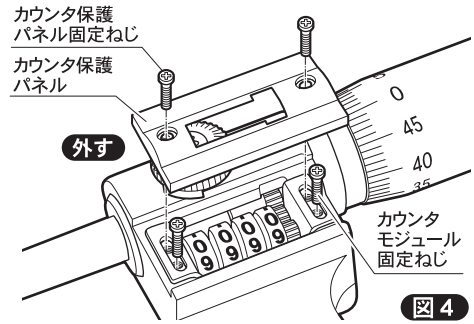

図4
- ①カウンタ保護パネルの固定ねじを⊕の精密ドライバで外し、さらにカウンタモジュールを固定しているねじも同様に⊕の精密ドライバで外して下さい。 **図4**